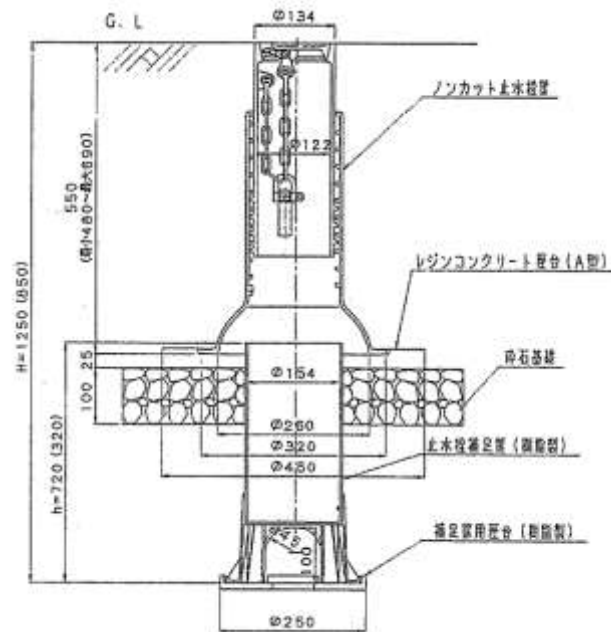

図 3.6-3 止水栓丁篋（補足篋）の設置標準図
- ① 荷重の加わるおそれのある場所については、図 3.6-3に示すとおり、筐の下部には碎石・レジンコンクリート座台で基礎を造り設置し、給水管に直接影響を与えないようにすること。
- ② 据付けにあたっては、伸縮可とうボール止水栓又はボール止水栓（乙）の開閉ハンドルが筐の中心位置にあるようにすること。
- ③ 設置高さは、埋没を防ぐため、地面より若干（約1cm位）高めにし、通行妨害にならない程度にしておくこと。